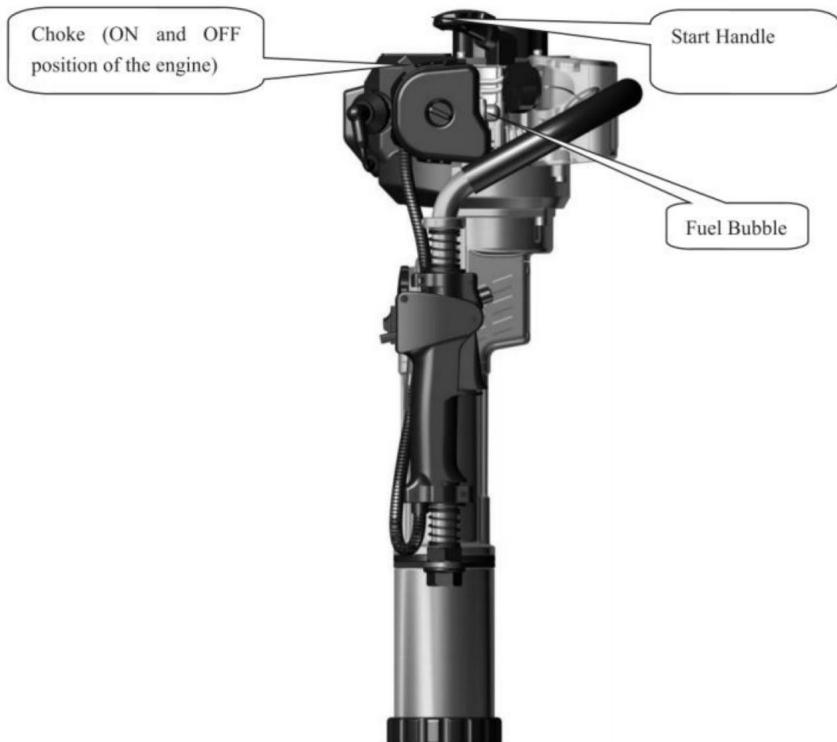

Fig 4
5.1 Voordat u de nieuwe machine start, drukt u herhaaldelijk op de transparante, halfronde brandstofbel (Fig.4) totdat de carbureateur gevuld is met brandstof. (Als de motor koud is, sluit u de luchtdeur. Open de luchtdeur na het starten.)
5.2 Zet de machine rechtop volgens Fig.4. Houd het bovenste deel van de machine vast met één hand stevig vastpakken, terwijl de andere de trekhendel eraf trekt starter voor meer dan 50 cm snel. Laat de trekhendel niet vrij naar binnen gaan herhaaldelijk trekken, maar houd hem stevig vast om letsel als gevolg van snelle bewegingen te voorkomen weerstand.